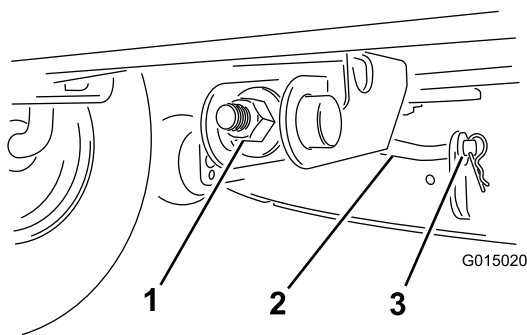

Figure 40
8. Pour régler l'inclinaison avant/arrière des lames, tournez l'écrou de réglage à l'avant du plateau de coupe (Figure 40).